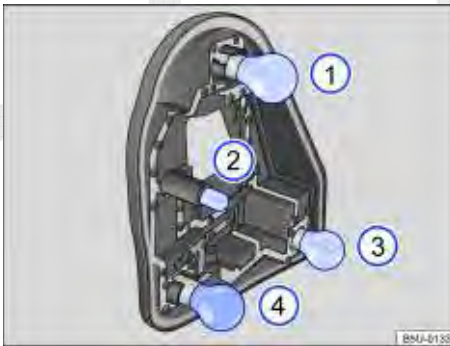

Fig. 188 No suporte das lâmpadas: localização das lâmpadas.
10. Para remover as lâmpadas incandescentes queimadas ⇒ Fig. 188 ①, ③ e ④, pressionar a lâmpada contra o suporte e girar para removê-la.
11. Para remover a lâmpada incandescente queimada ⇒ Fig. 188 ②, puxar a lâmpada do suporte para removê-la.
13. Para inserir as lâmpadas novas ①, ③ e ④ no suporte, pressionar a lâmpada e girar até o batente.
14. Para inserir a lâmpada nova ② no suporte, encaixar e empurrar a lâmpada no suporte.
A localização e a identificação das lâmpadas incandescentes ⇒ Fig. 188 estão relacionadas a seguir: